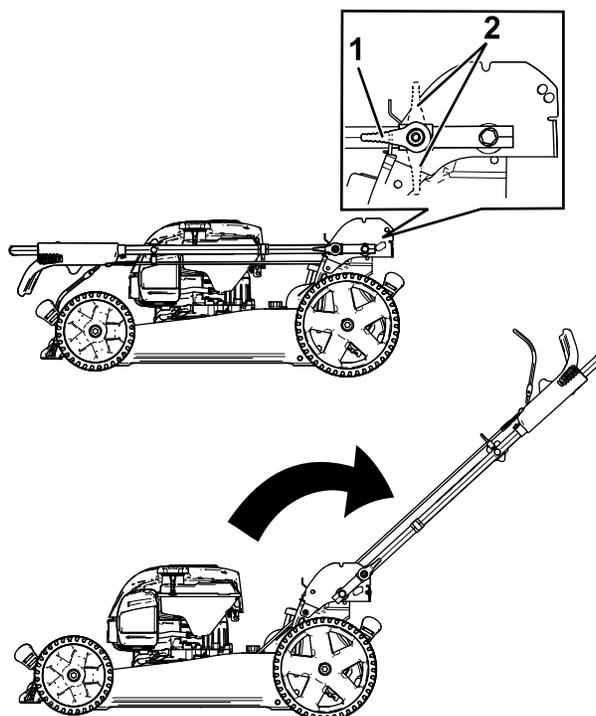

Figure 3
1. Ouvrez les verrous (Figure 3).
2. Ramenez le guidon en arrière en position d'utilisation (Figure 3).